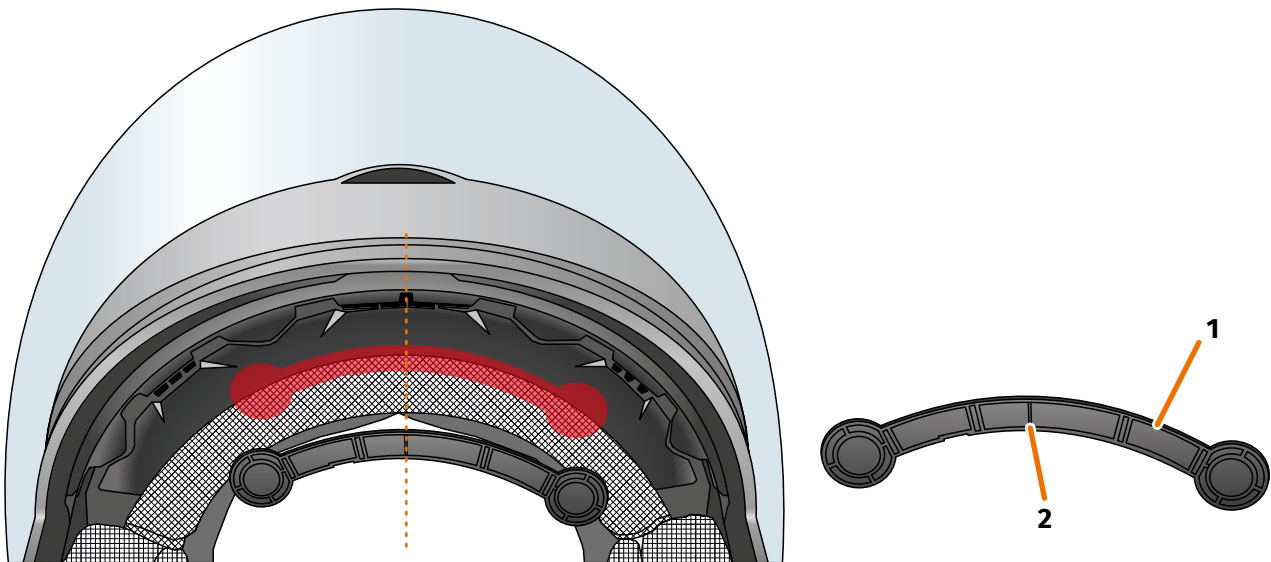

ABBILDUNG 13 // Schmalen Helmadapter montieren
8. Platziere den Helmadapter (ABBILDUNG 13/1) im Stirnbereich des Helms zwischen Innenschale und Außenschale (ABBILDUNG 13/rote Markierung). Die Markierung an der Unterseite des Helmadapters (ABBILDUNG 13/2) sollte sich auf einer gedachten Linie zwischen der Mitte des Helms und der Mitte deines Gesichts befinden (ABBILDUNG 13/gestrichelte Linie). Achte darauf, dass der Helmadapter nicht mit der Sonnenblende kollidiert.